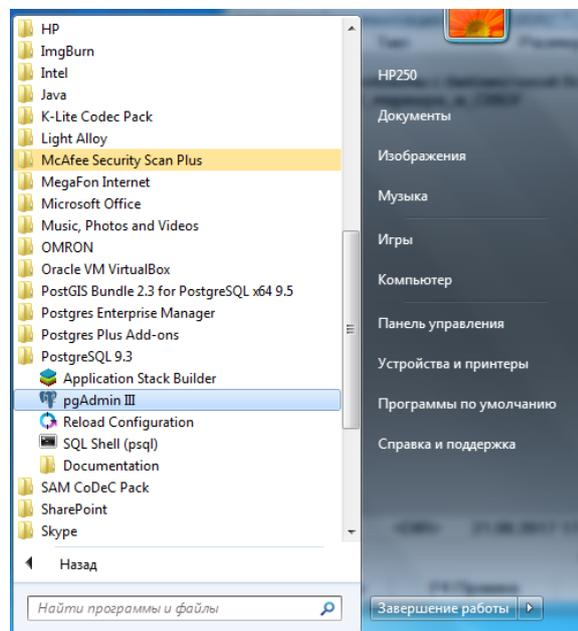

Рисунок 15
- запустить pgAdminIII: в ОС Windows - выбрать в меню Пуск → Все программы → PostgreSQL9.3 → pgAdminIII (рисунок 15), в ОС AstraLinux 1.6 – выбрать в меню Пуск → Разработка → pgAdminIII.